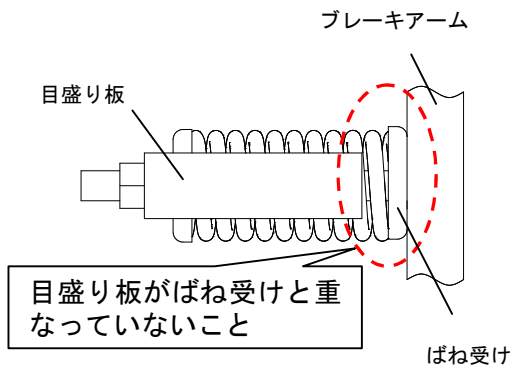
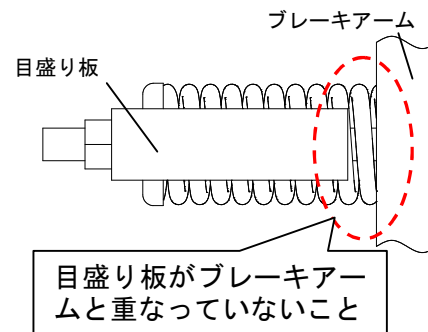

図6 目盛り板確認
図7 目盛り板確認
- (2) 目盛り板記載の説明内容のとおり、目盛り板がブレーキアーム側のばね受け、またはブレーキアームと重なっていないことを目視で確認してください。(図6、図7)